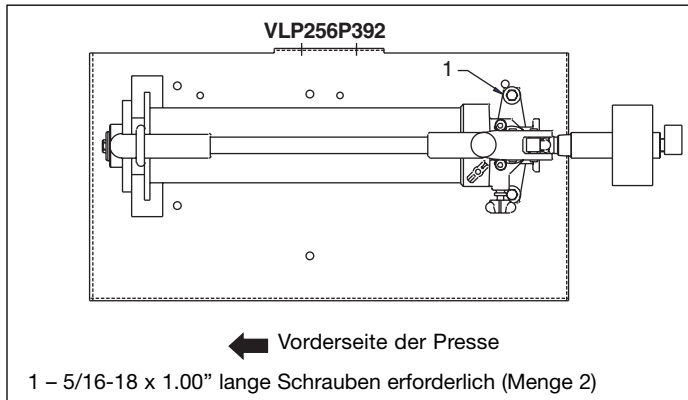

Abb. 2, Handpumpe
1. Montieren Sie die **Handpumpe** mit Hilfe der mitgelieferten Kleinteile mindestens an zwei Stellen am Tisch. Siehe Abb. 2.